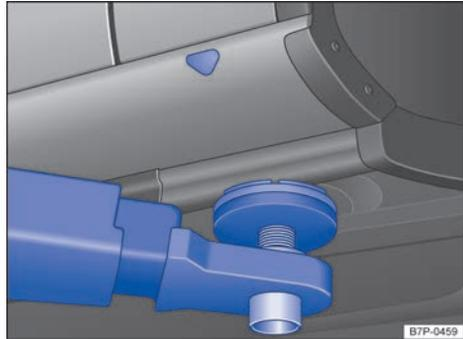
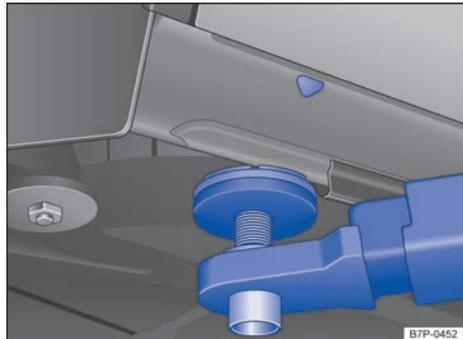

Fig. 250 Puntos de apoyo en la parte delantera para elevar el vehículo con la plataforma elevadora o el gato.
Fig. 251 Puntos de apoyo en la parte trasera para elevar el vehículo con la plataforma elevadora o el gato.
El vehículo únicamente se deberá elevar por los puntos de apoyo que se muestran en las figuras → fig. 250 y → fig. 251. Si el vehículo no se eleva por los puntos indicados, podría sufrir daños → Ⓜ y causar lesiones graves → ⚠.
- Eleve el vehículo únicamente por los puntos de apoyo que se muestran en las figuras → fig. 250 y → fig. 251. Si el vehículo no se eleva por los puntos de apoyo indicados, podría caerse de la plataforma, por ejemplo, al desmontar el motor o la caja de cambios.